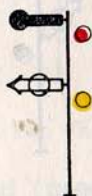

Fig. 67.
a) Arm tot **stilhouden** in den **horizontalen** stand (**rood** licht 's nachts) en **waarschuingsarm** in den **horizontalen** stand (**geel** licht 's nachts) (fig. 67).